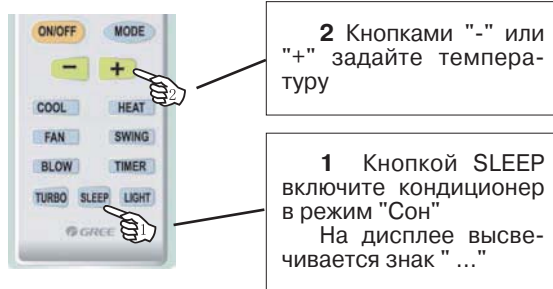

Рис.4.4
• Режим SLEEP - "Сон" (Рис.4.4)